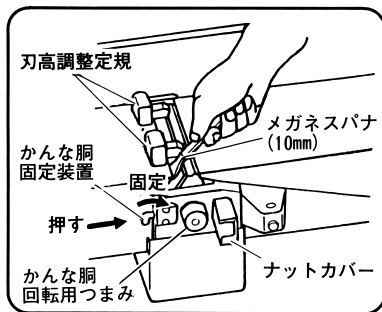

図 44
- (1) かな胴回転用つまみ（図 44 参照）をまわしてかな胴の裏刃部が上になる位置にします。
- (2) かな胴固定装置のレバーを指先で押し、右（図中固定側）にまわしてかな胴を固定します。
- (3) その後は 27 ページ「1. 自動かな盤の場合」と同じ要領で取付けます。